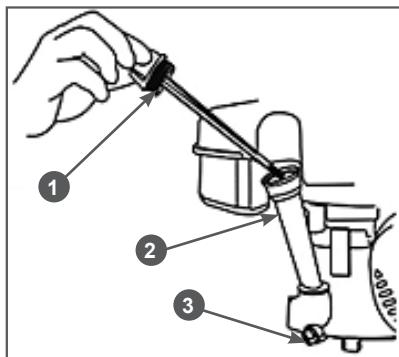

Рис. 15 Замена моторного масла
3. Открутите пробку 2 для слива масла (Рис. 15) и спейте отработанное масло в подготовленную для этого емкость.